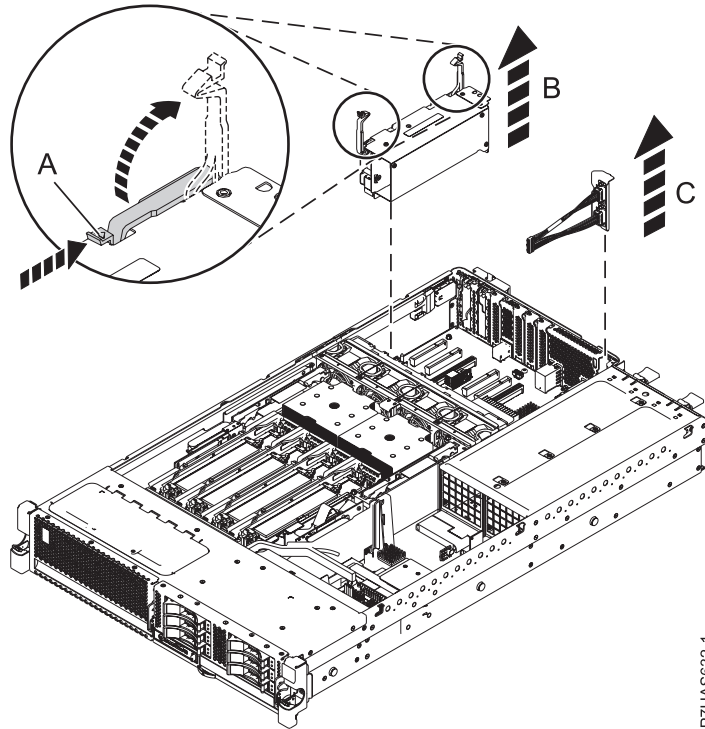
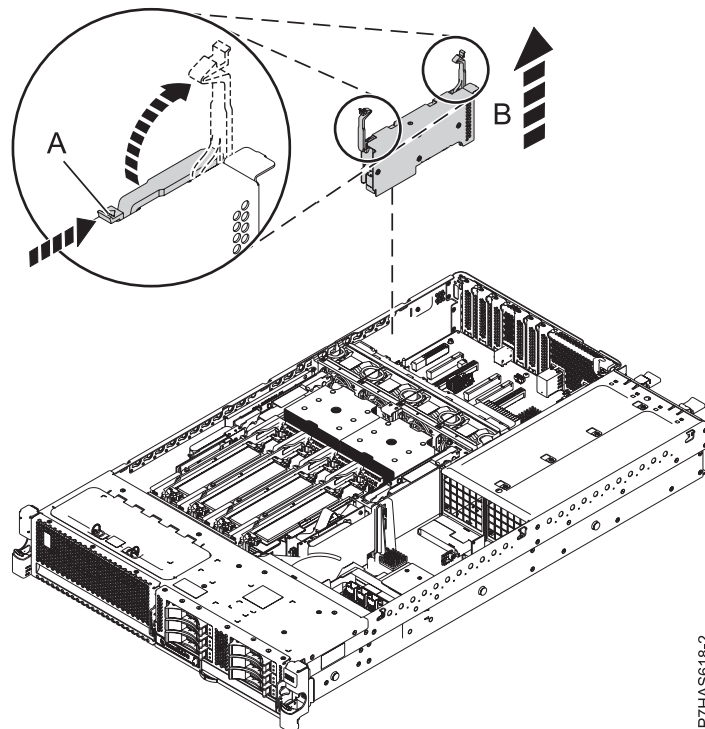

Figura 7. Extracció de l'adaptador GX (FC EJ0G) d'un sistema
Figura 8. Extracció de l'adaptador GX (FC EJ0H) d'un sistema
13. Amb el sistema a la posició de servei, desbloquegeu els pestells (A) de l'adaptador GX ++ (codi de característica (FC) EJ0G o FC EJ0H) (B), tal com es mostra a la Figura 7 a la pàgina 10 i a la Figura 8 a la pàgina 10.
14. Estireu cap amunt els pestells (A) fins a la posició d'obertura, agafeu l'adaptador (B) pels pestells i aixequeu-lo traient-lo del sistema de la ranura 2 de l'adaptador GX (P1-C8) per al model FC EJ0G, tal com es mostra a la Figura 7 a la pàgina 10, o de la ranura 1 o de la ranura 2 de l'adaptador GX per al model FC EJ0H, tal com es mostra a la Figura 8 a la pàgina 10.
- b. Agafeu amb compte el conjunt del cable SPCN de 2 ports FC EJ0G (C) per la part superior de la peça de contrapunt i traieu-la del sistema de la ranura 1 de l'adaptador GX (P1-C1), tal com es mostra a la Figura 7 a la pàgina 10.